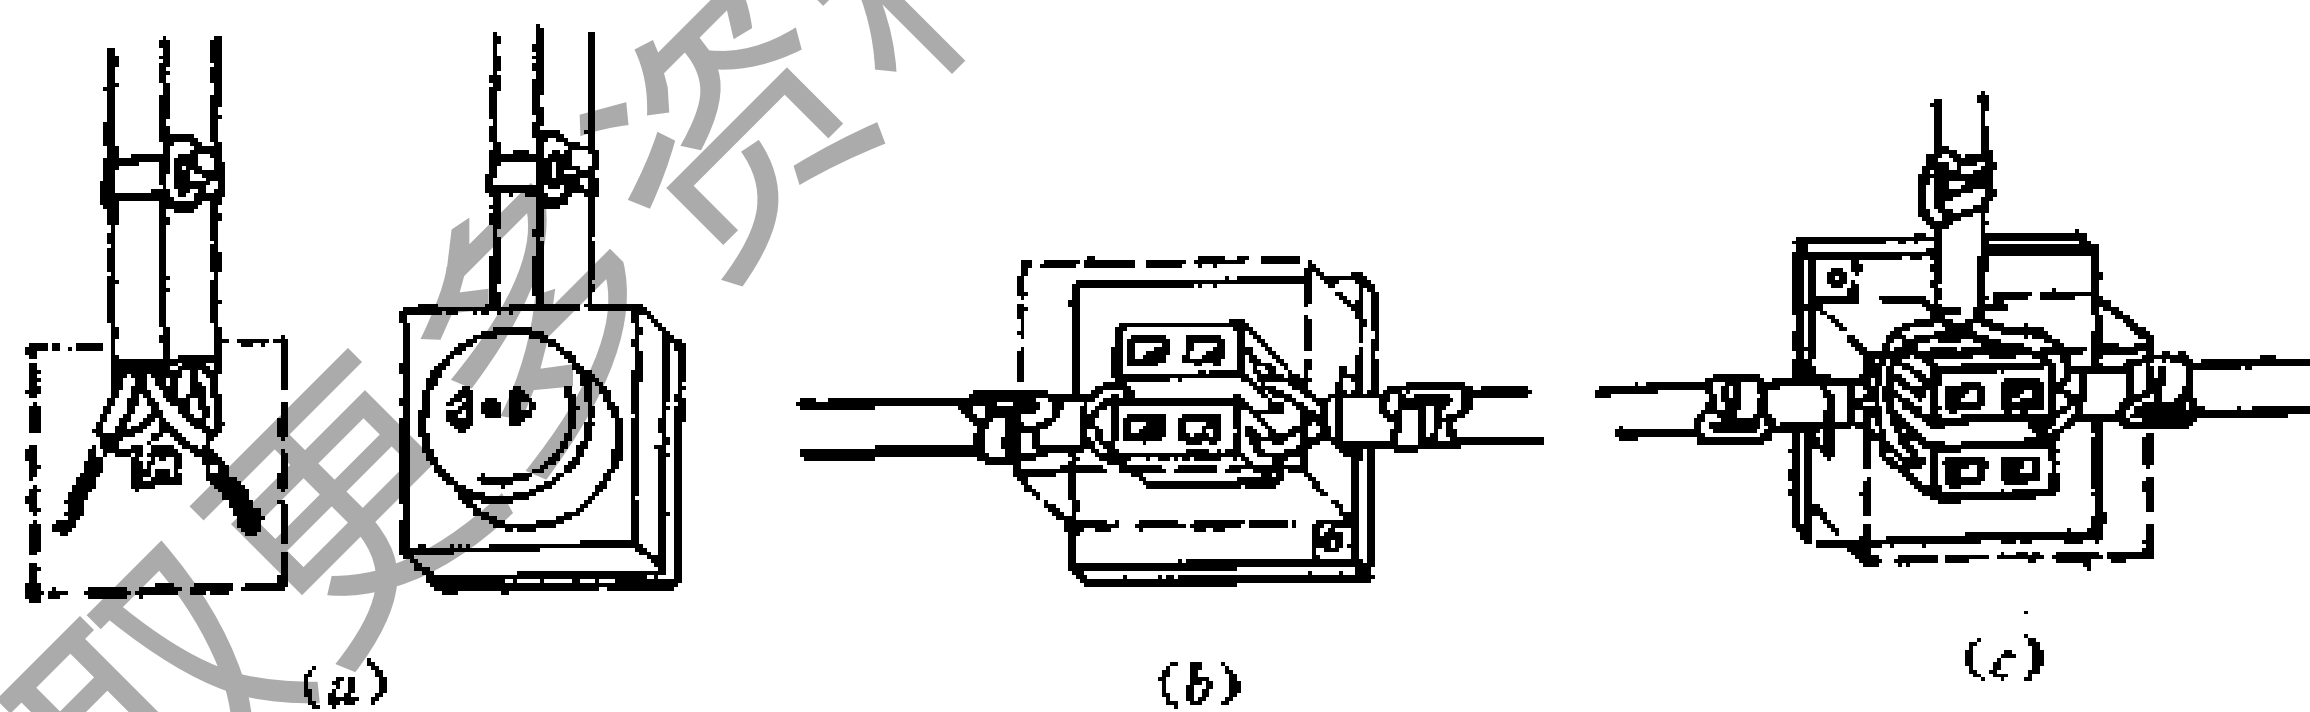

图 3—54 护套线接头的连接方法
① 护套线心线的最小截面，户内使用时，铜心的不得小于  $0.5\text{mm}^2$ ，铝心的不得小于  $1.5\text{mm}^2$ ；户外使用时，铜心的不得小于  $1.0\text{mm}^2$ ，铝心的不得小于  $2.5\text{mm}^2$ 。
② 护套线敷设在线路上时，不可采用线与线的直线连接，应采用接线盒或借用其他电气装置的接线桩来连接线头。接线盒由瓷接线桥（也叫瓷接头）和保护盖等组成（图 3—54）。瓷接线桥分有单线、双线、三线和四线多种，供不同要求的线路选用。保护盖可用方木台。